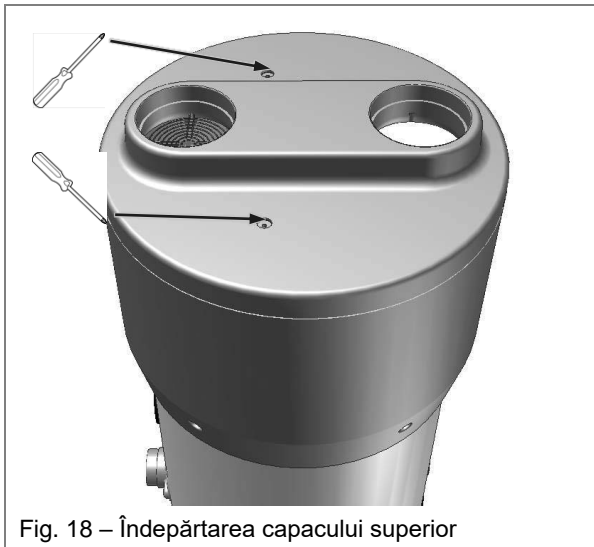

Fig. 18 – Îndepărtarea capacului superior
- Îndepărtați capacul superior desfăcând șuruburile de fixare (Fig. 18);